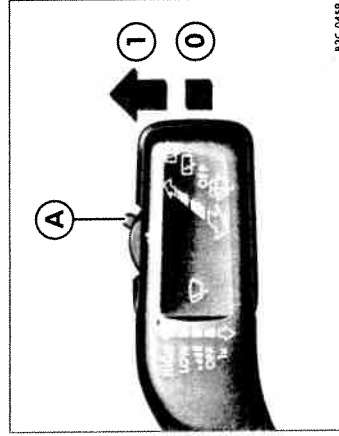

Fig. 50 Maneta de acționare a ștergătoarelor de parbriz: Reglarea senzorului de ploaie (A).
– Aduceți maneta în poziția ⇒ fig. 50 ①. ▶
– Deplasați maneta ștergătoarelor din poziția pentru ștergerea temporizată ⇒ pagina 72, fig. 50" ① în poziția de bază ②, pentru a dezactiva senzorul de ploaie.